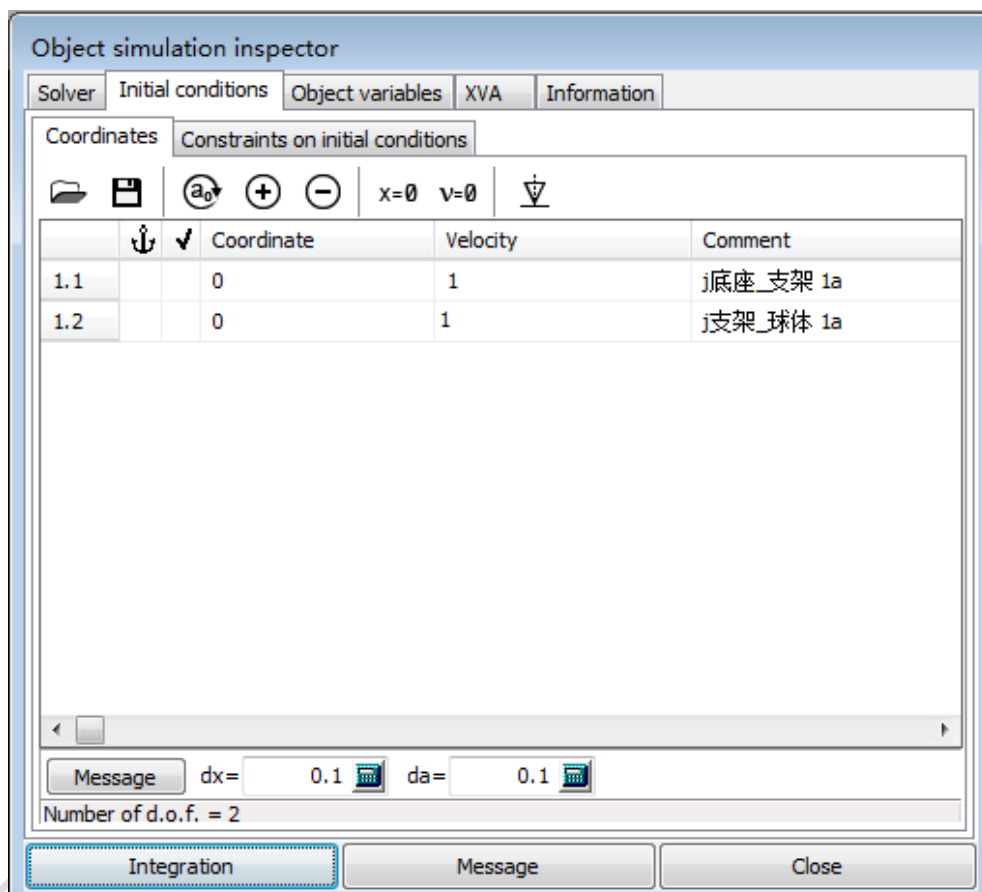

图 2-45
- 1) 现在回到 **Initial conditions** 界面，将第二个自由度的速度 **Velocity** 也设置为 **1**（国际单位：rad/s），如图 2-45。